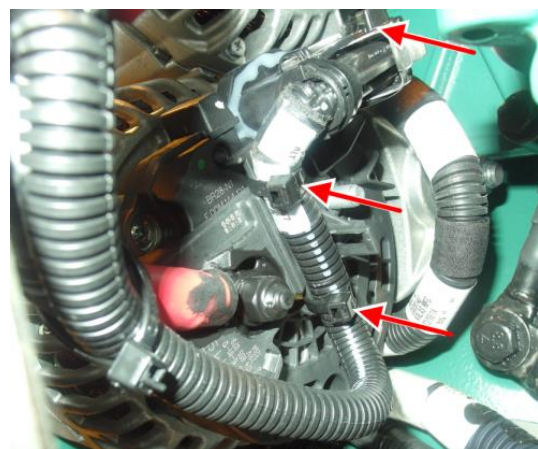

FIGURE 22
27. Brancher le câblage d'alternateur sur le connecteur de l'alternateur inférieur et fixer le câblage avec des attaches de nylon p/n 504637 placées aux endroits indiqués par les flèches rouges sur la FIGURE 22.